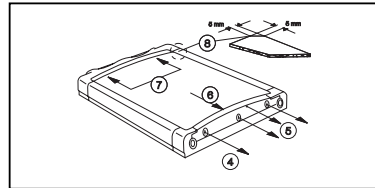

Afbeelding 7.
10. De draairichting van de deur veranderen (Afbeelding 7)